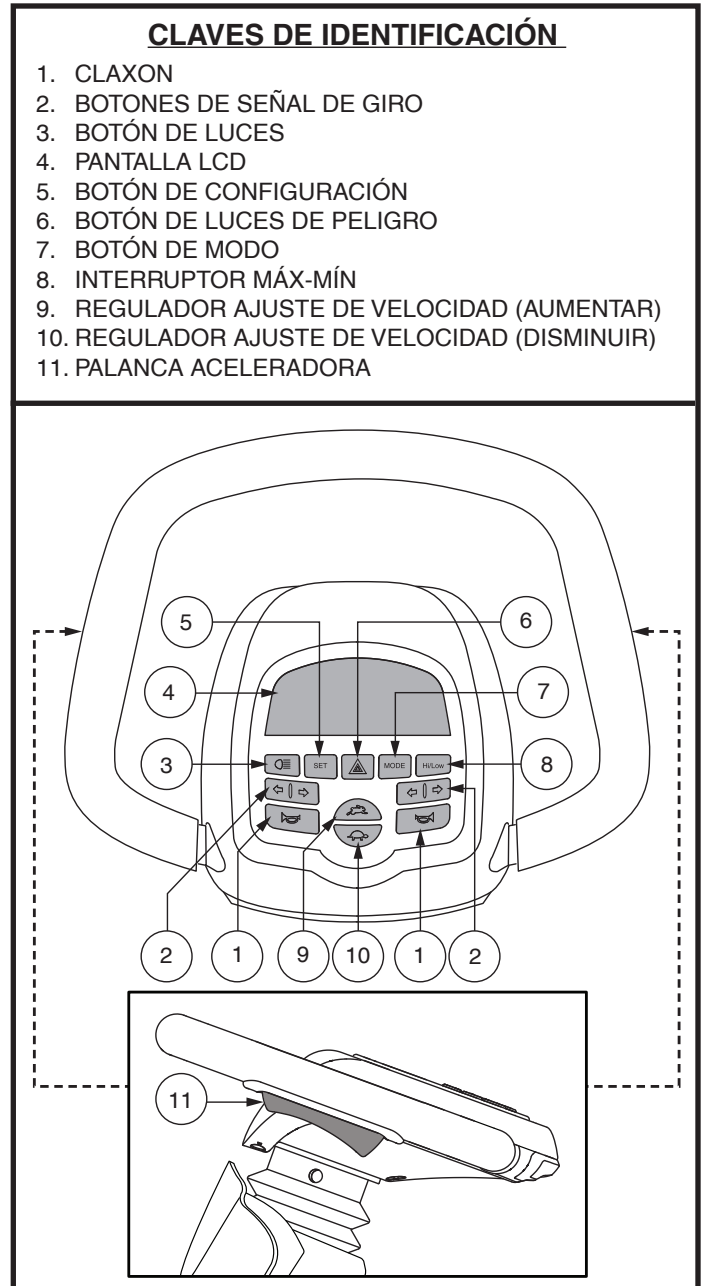

Figura 4. El panel de control LCD - Estilo B
*NOTA: Cuantas más barras aparezcan en el indicador de velocidad máxima, más rápida será su velocidad máxima preseleccionada. Ver la figura 4.*